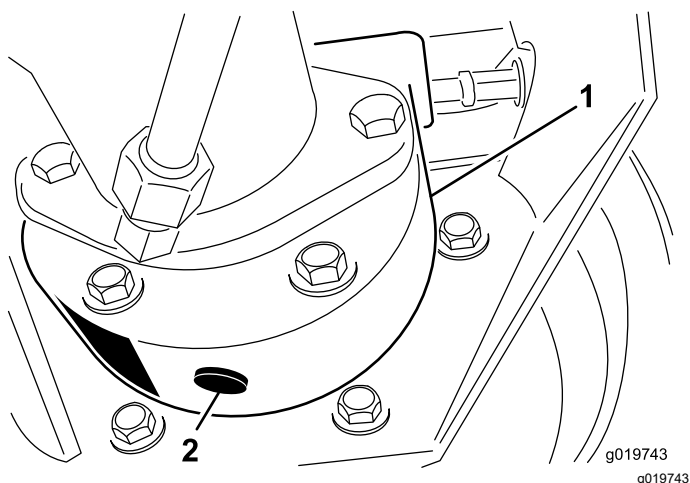

Bild 92
4. Stellen Sie eine Auffangwanne unter das Bremsgehäuse, entfernen Sie die Ablassschraube und lassen das Öl ablaufen (Bild 92).